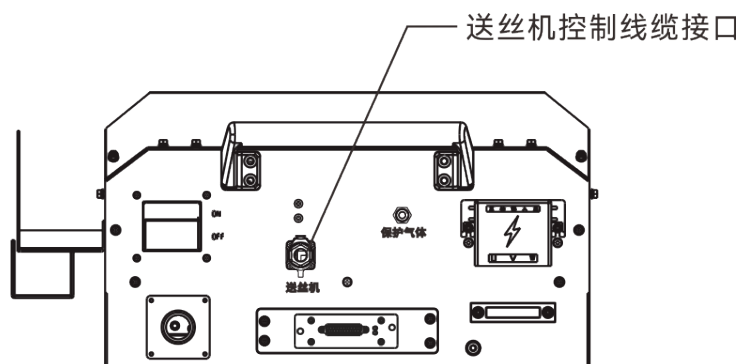

图 2-4 送丝信号控制线缆接头示意图
1. 将送丝机控制线缆连接到焊机后方的送丝信号控制线缆接头并紧固，如图 2-4 所示。